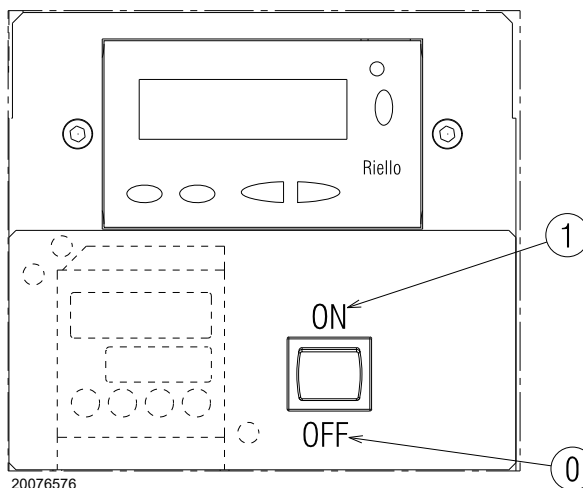

Рис. 26
Замкните термостаты/реле давления и установите выключатель (Рис. 26) в положение «1/ВКЛ.».
- Установите выключатель Рис. 26 в положение «0/ ВЫКЛ.» и подождите, пока автомат горения не выполнит процедуру отключения.
Горелка находится в режиме ожидания тепла или переключатель «0-1» (Рис. 26 на стр. 31) установлен в положении «0».